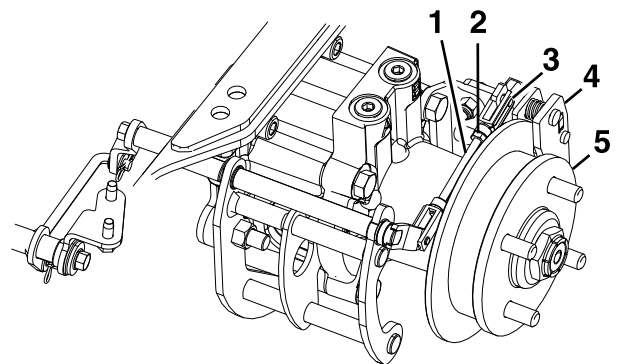

Figura 85
8. Retire el pasador de muelle del acoplamiento trasero y la pinza (Figura 85).
12. Apriete la contratuerca del acoplamiento trasero (Figura 85).